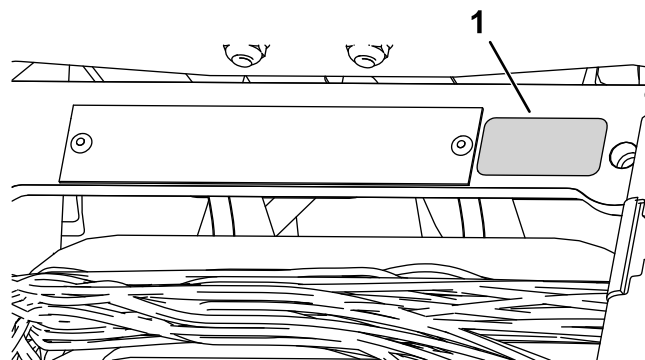

Figura 17
- Coloque o autocolante do ano de fabrico junto da placa do número de série (Figura 17).